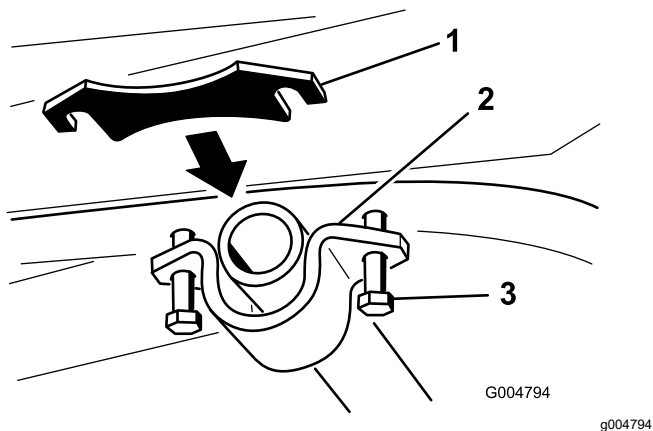

图 22
6. 松开固定枢轴管支架的螺栓在机架和枢轴管支架之间形成一个开口 图 22。